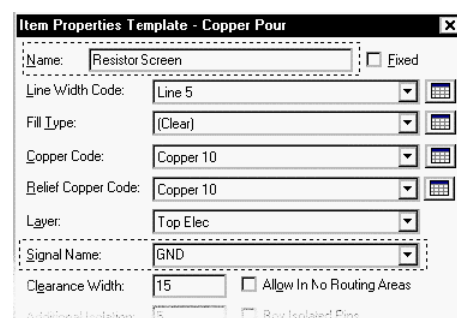

Рис. 5. Задание имени и цепи шаблону заливки.
12. В появившемся окне Item Properties Template – Copper Pour (рис. 5) в поле Name введем новое имя области заливки Resistor Screen, а в выпадающем списке Signal Name выберем имя цепи GND.